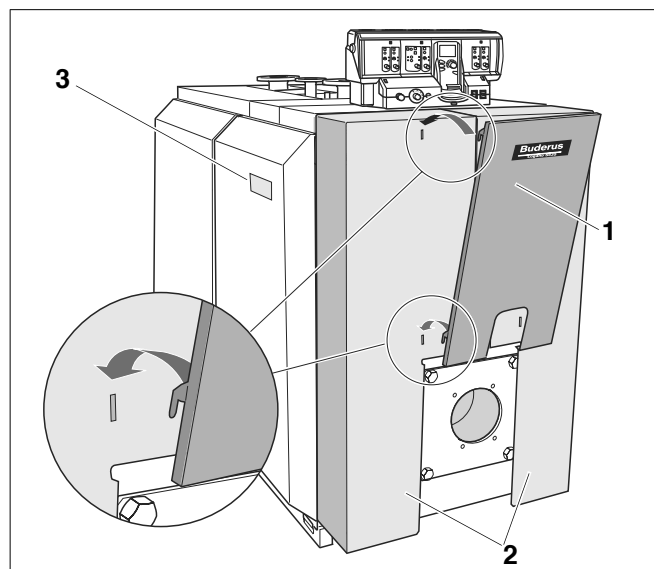

Fig. 41 Montarea elementului de design
- Elementul de design (fig. 41, **poz. 1**) se prinde în direcția săgeții de pe izolația ușii arzătorului din dreapta și din stânga (fig. 41, **poz. 2**).
- Plăcuța indicatoare (fig. 41, **poz. 3**) se fixează în funcție de condițiile locale, pe peretele lateral din stânga, respectiv din dreapta.